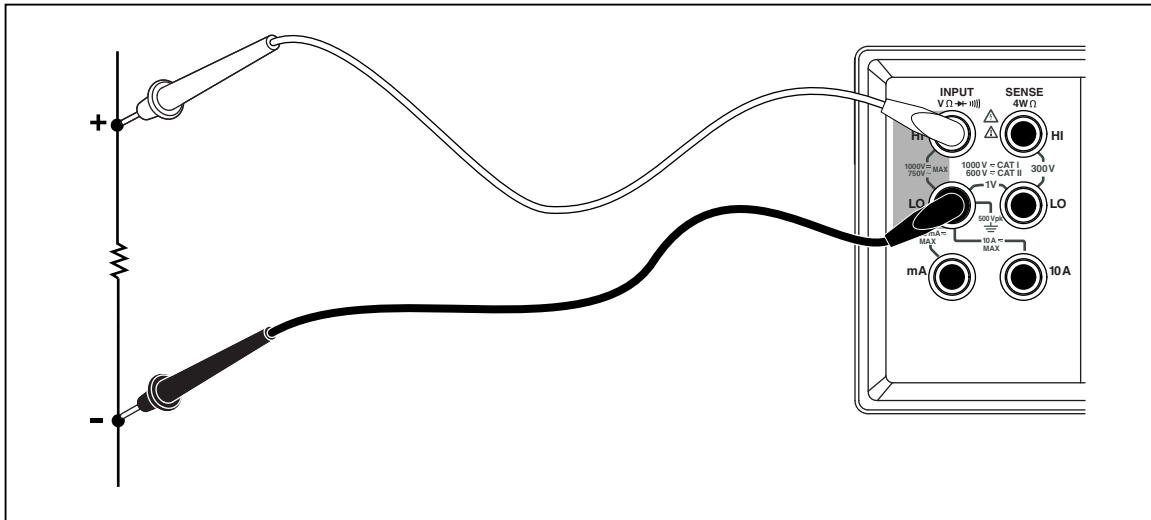

Figure 3-5. Mesure de résistance à deux fils
1. Branchez les cordons de mesure entre le multimètre et le circuit à mesurer tel qu'indiqué à la figure 3-5